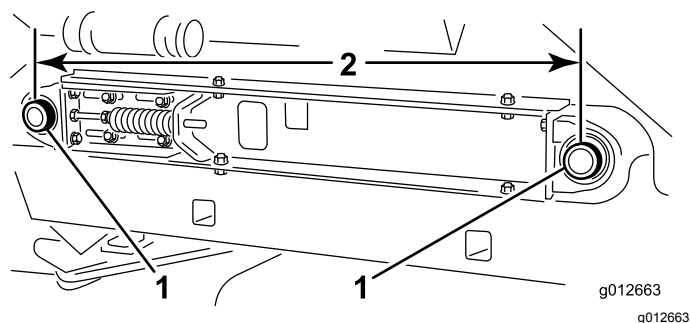

Figura 26
7. Mida la distancia entre los puntos centrales de los ejes del rodillo de la cinta a cada lado de la máquina para asegurarse de que las mediciones son iguales (Figura 26).